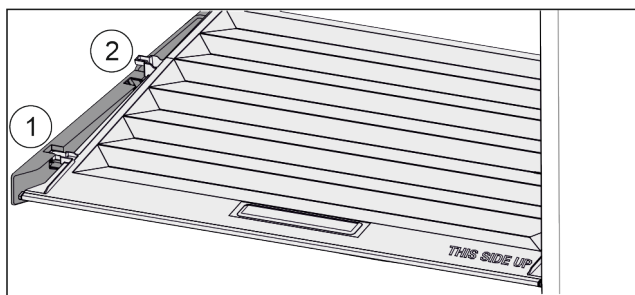

Fig. 54
- ▶ Poklopac do otvora u pridržnim dijelovima povucite prema naprijed Fig. 54 (1).
- ▶ Podignite ga odozdo sa stražnje strane i izvadite prema gore Fig. 54 (2).